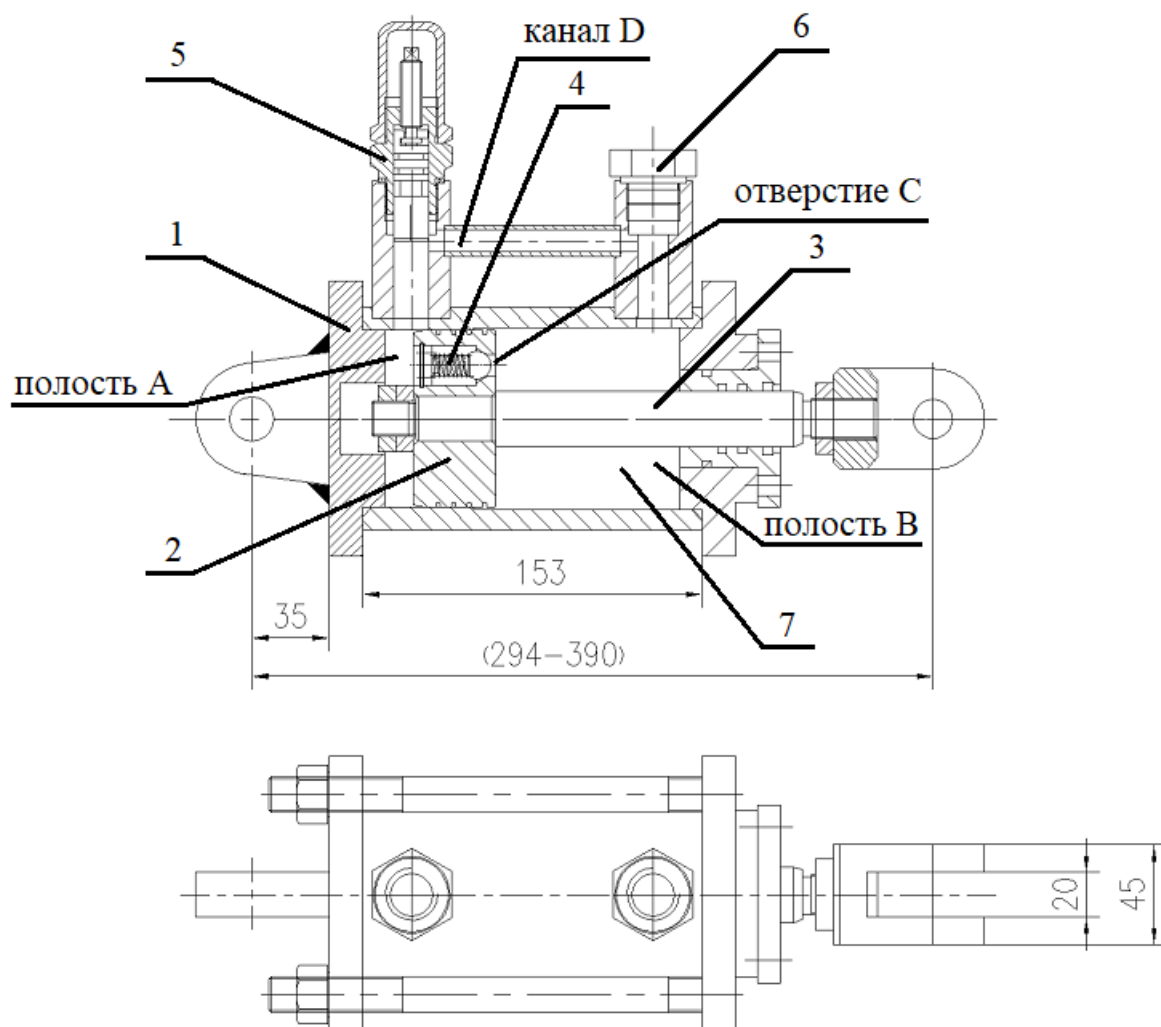

Рисунок 4. Устройство гидравлического демпфера клапана DN300-2000 PN10, PN16
1.3.4. Основные элементы конструкции гидравлического демпфера показаны на рис.4, в качестве рабочей жидкости используется гидравлическое масло 32 или 46, кинематической вязкостью 32 мм²/с или 46 мм²/с соответственно. Объем масла составляет 250-300 мл, заливать масло следует выкрутив пробку 6, когда диск клапана полностью закрыт, по завершении установить пробку 6 обратно (рис.4).
1.3.5. Принцип действия демпфера – под действием внешней силы поршень 2 совершает возвратно-поступательное движение. Когда клапан открывается, шток 3 выходит из цилиндра 1, масло 7 давит на шарик с пружиной 4 и открывает отверстие «С», далее масло 7 перетекает из полости «В» в полость «А», при этом демпфирования не происходит. Когда клапан закрывается, шток 3 входит в цилиндр 1, масло 7 давит на шарик с пружиной 4, прижимает шарик к седлу и закрывает отверстие «С», затем масло 7 по каналу «D» через дроссельную заслонку 5 перетекает из полости «А» в полость «В», данный процесс сопровождается демпфированием (рис.4).
1.3.6. Допускается производить регулирование демпфирования, путем изменения проходного сечения канала «D» за счет вращения дроссельной заслонки 5. Вращением дроссельной заслонки 5 по часовой стрелке уменьшается проходное сечение канала «D», увеличивается эффект демпфирования и снижается скорость закрытия клапана, при вращении дроссельной заслонки 5 против часовой стрелки – происходят обратные процессы (рис.4).